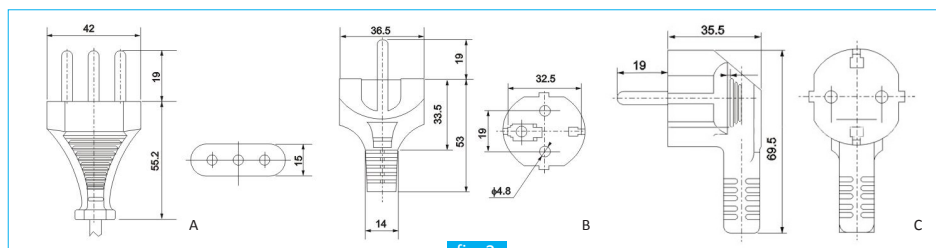

fig. 2
- Utilización de los enchufes en estándar S10/11 S16/17 (longitud máxima del enchufe 55,2mm excluidos enlaces, diámetro del cable 5-10mm). (fig. 2-A)
- Utilización de los enchufes en estándar S30/S31 (longitud máxima del enchufe 53mm excluidos enlaces, o con un cable de 90° (longitud máxima del enchufe de 69,5 mm). (fig. 2-B,C)
- Utilisation de fiches standard S10/11 S16/17 (longueur maximale de la fiche 55,2 mm sans les contacts, diamètre de câble 5-10mm). (fig. 2-A)
- Utilisation de fiches standard S30/S31 (longueur maximale de la fiche 53 mm sans les contacts, ou avec un câble de 90° (longueur max. 69,5 mm). (fig. 2-B,C)